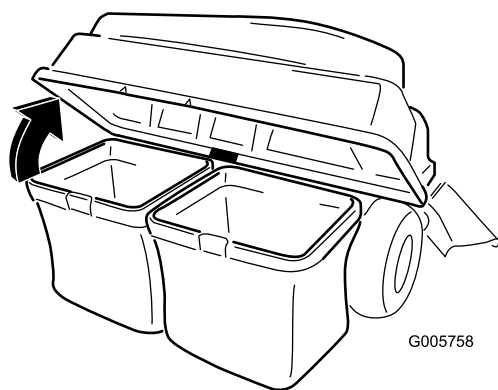

Figure 28
3. Ouvrez (soulevez) le couvercle du système de ramassage (Figure 28).